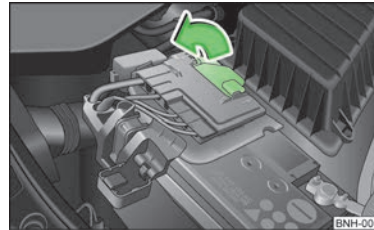

Fig. 120
- Deschideți capacul în sensul indicat de săgeată » **fig. 120.**